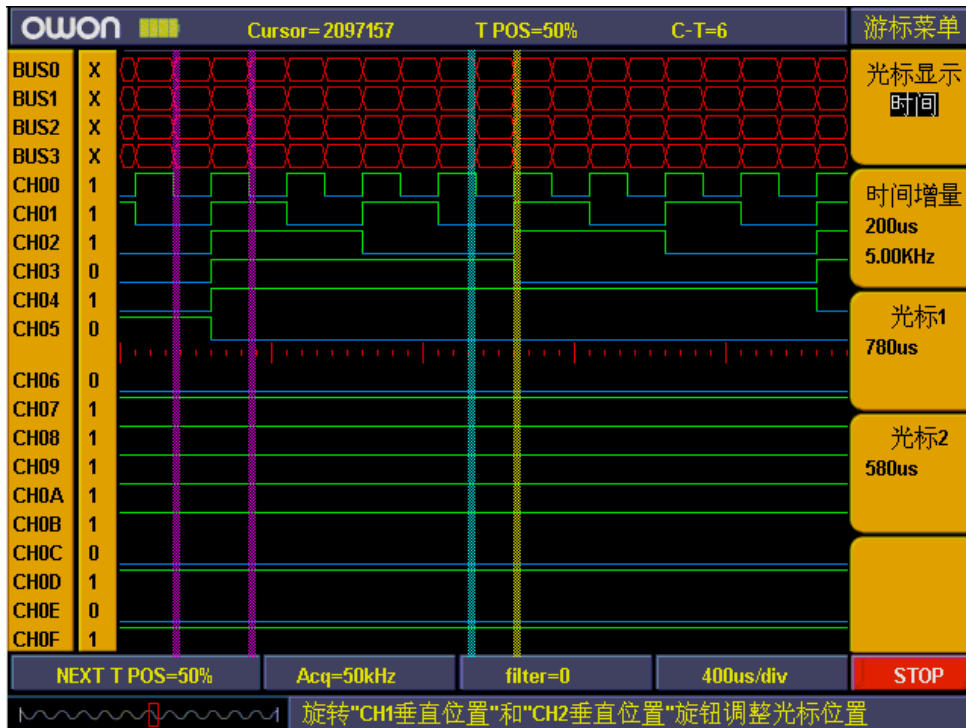

图 106：光标时间测量
- 5、这时，在“F2”菜单项显示两个光标之间的时间增量值为“200us”，频率为“5KHz”。在“F3”菜单项显示光标 1 相对于触发位置的时间为“780us”。在“F4”菜单项显示光标 2 相对于触发位置的时间为“500us”。见图 106。